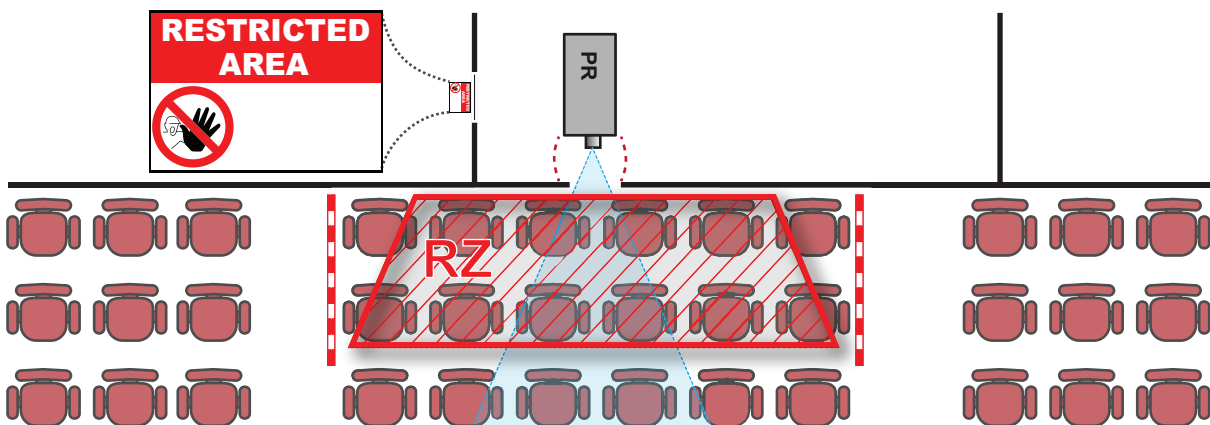

Imagen 1-3
En Imagen 1-3 se muestra una configuración típica. Se tiene que verificar si se cumplen estos requisitos mínimos. Si fuese necesario habría que establecer una zona restringida (RZ) en el cine. Esto puede llevarse a cabo usando una barrera física como una cuerda roja según se muestra en Imagen 1-3.